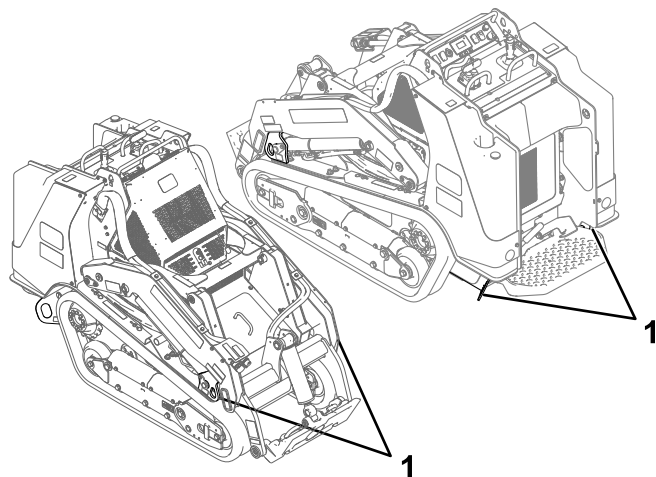

Figure 25
8. Servez-vous des points d'attache en métal de la machine pour l'arrimer solidement sur la remorque ou le véhicule de transport au moyen de sangles, chaînes, câbles ou cordes (**Figure 25**). Voir la réglementation locale concernant les exigences en matière d'arrimage.